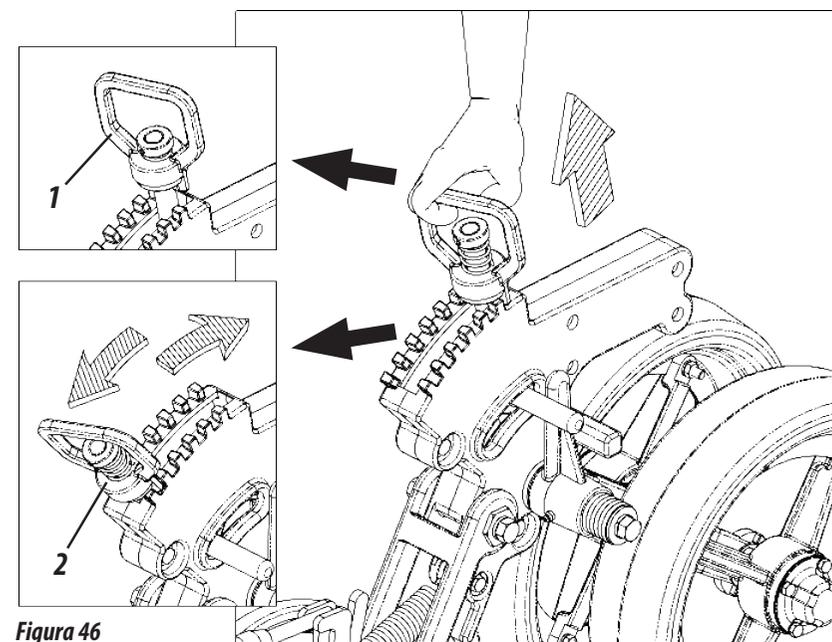

Figura 46
REGULADO DE LA RUEDA DE PROFUNDIDAD OSCILANTE (FIGURA 46)
- 1- Saque la alza (1) hacia arriba, desplace el regulador (2) hasta el punto deseado, ajustando la rueda de profundidad (3), después baje la alza (1) trabando el regulador (2), **conforme muestra la figura 46.**